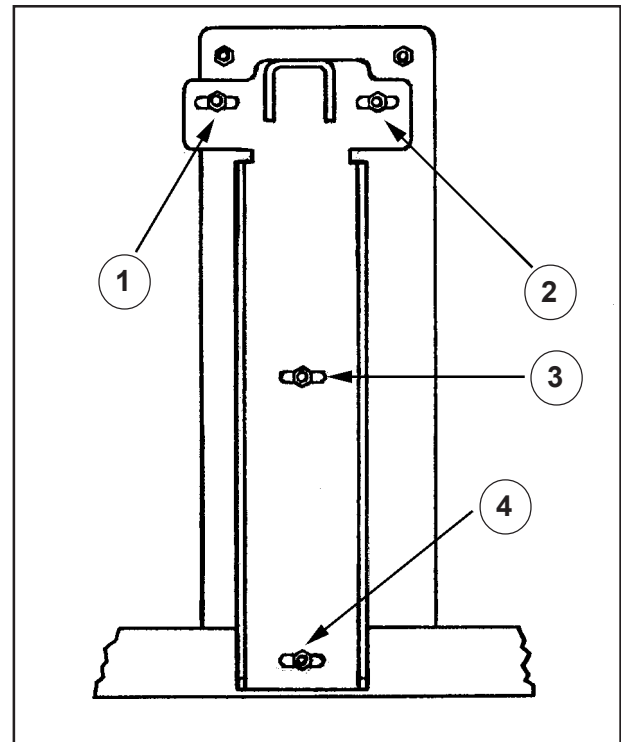

Abb. 34
6. Die vier Befestigungsschrauben auf der Halterung des Bürstenkopfs sind jetzt zugänglich (Siehe Abb. 34). Die beiden oberen Muttern sind über den oberen Teil des Frischwassertanks erreichbar. Die beiden unteren durch die Vorderseite. Lösen Sie die vier Muttern 2 bis 3 Umdrehungen gegen den Uhrzeigersinn. **MERKE:** Entfernen Sie die Muttern nicht.